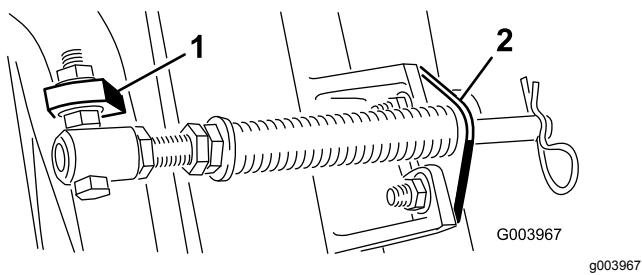

Figura 6
**Nota:** Posizionate la testa del bullone sul lato esterno dell'alella, come illustrato nella Figura 6.
D. Montate la staffa dell'asta sulle alette degli elementi di taglio usando i bulloni a testa tonda e i dadi (Figura 6).